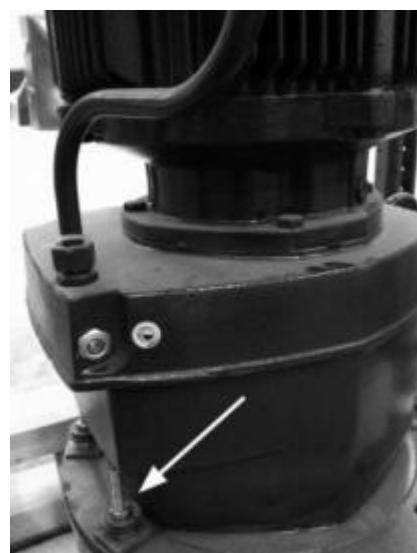

Fig. 42
- b) Checking the electric motor fastening: Check that the nuts of the screws for fastening the motor (Fig. 42) are correctly tightened; if they are not, tighten them.
- b) Vérifier la fixation du moteur: Vérifier que les écrous des vis de fixation du moteur (fig. 42) se trouvent correctement serrés, dans les cas contraire les serrer.
- b) Comprobar sujeción del motor: Comprobar que se encuentran correctamente apretadas las tuercas de los tornillos de sujeción del motor (fig. 42), en caso de no ser así, apretarlas.